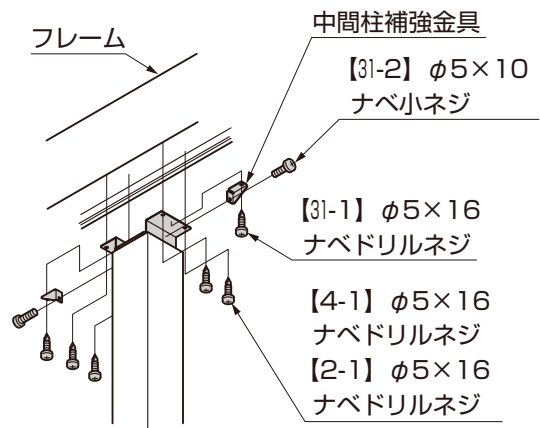

図4-31
- ②中間柱補強金具を中間柱取付金具に【31-2】で取付けてください。(図4-31参照)